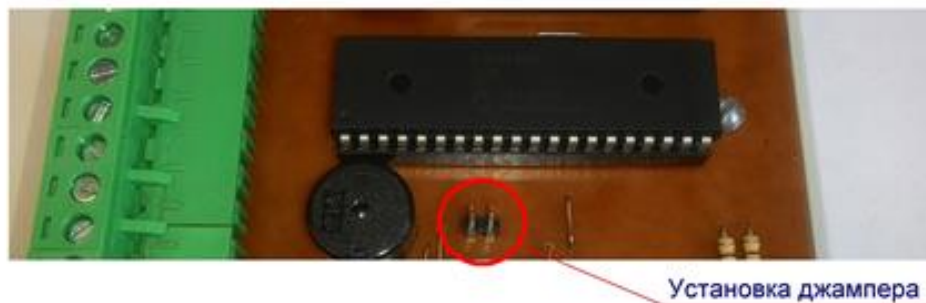

Рис. 5. Смена названий датчиков «t2» «t4»
7.1. После подачи питающего напряжения необходимо произвести регистрацию датчиков температуры «t2» и «t4», работающих на одной шине контроллера. Для этого, нажимаем кнопку п.09. «НАС» (Рис.2) и удерживаем её не менее 6 сек до отключения всей индикации, отключаем питание. Через $15 \div 20$ сек. включаем питание, дисплеи должны показывать значения температур. Необходимо проверить соответствуют ли датчики своим названиям. При необходимости поменять их местами, либо установить джампер на материнской плате контроллера. Для этого нужно аккуратно снять крышку корпуса контроллера и произвести соответствующее действие см. Рис.5.